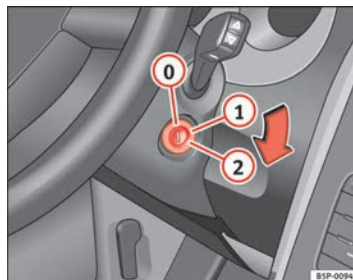

Fig. 117 Positions de la clé de contact
Dans cette position ➔ fig. 117 l'allumage et le moteur sont déconnectés, ce qui peut bloquer la direction.
- Amenez la clé de contact en position ⇒ page 168, fig. 117 ①. Le témoin  s'allumera en cas de préchauffage du moteur.
- Lorsque le témoin s'éteint, tournez la clé en position ② pour lancer le moteur sans appuyer sur l'accélérateur. ►
- Amenez la clé de contact en position ⇒ page 168, fig. 117  ►